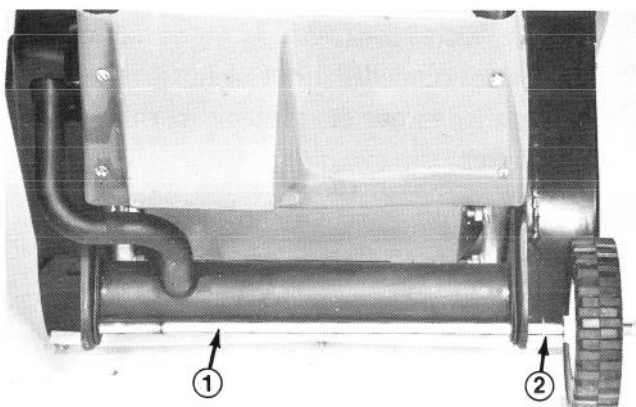

Figure 2
4. Glissez l'essieu dans les deux supports de montage (Figure 2). Notez la position de la rondelle plate (Figure 2).